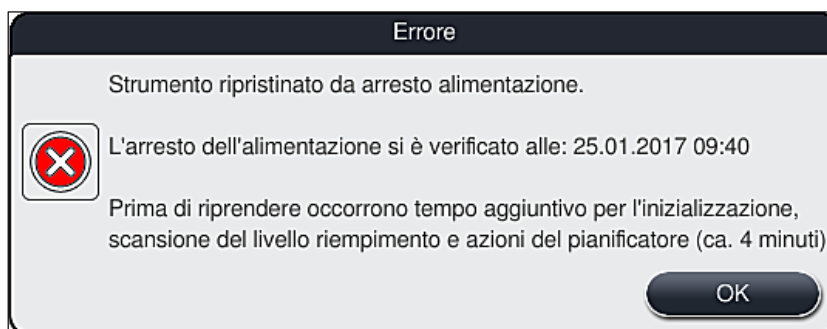

Fig. 104
- ① Il primo messaggio informativo che compare dopo il riavvio automatico dello strumento informa dell'ora in cui è mancata la corrente (→ "Fig. 104"). Confermare il messaggio informativo premendo il tasto **OK** per avviare le informazioni aggiuntive su come proseguire il processo di colorazione.